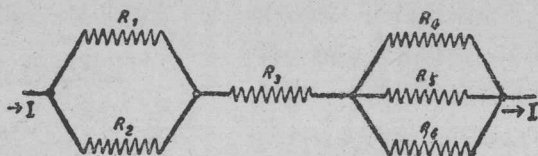

图12 电阻的复联
3. 如图12的复联电路，设 $R_1 = 2$ 欧姆， $R_2 = 4$ 欧姆， $R_3 = 15$ 欧姆， $R_4 = 3$ 欧姆， $R_5 = 6$ 欧姆， $R_6 = 9$ 欧姆，求此电路的总电阻。